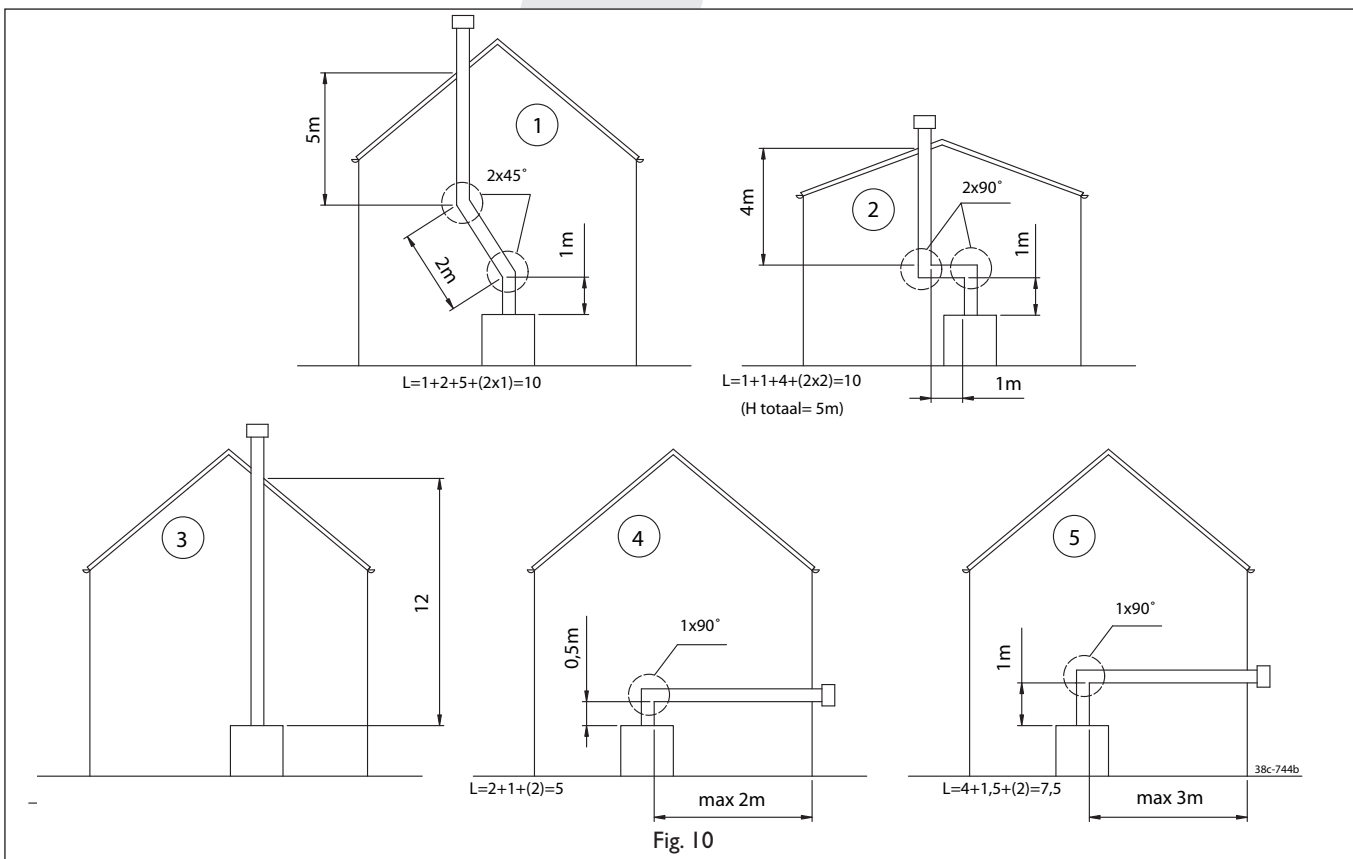

Fig. 10
Anschlußmöglichkeiten (Fig. 10)
- Immer erst 0,5 oder 1 Meter Rohr vertikal anbringen, ausser Beispiele 5 in Fig. 10.
Rechnen Sie für eine 90° Krümmung 2 Meter und für eine 45° Krümmung 1 Meter. Die Länge der Giebel- oder Dachdurchfuhr braucht nicht mitgerechnet zu werden. Die maximale Gesamtlänge ist die Summe der Rohrlänge plus der Länge für die Krümmungen (siehe die 5 Beispiele in Fig. 10).
- Entscheiden Sie sich für eine der Anschlussmöglichkeiten gemäss Fig. 10.